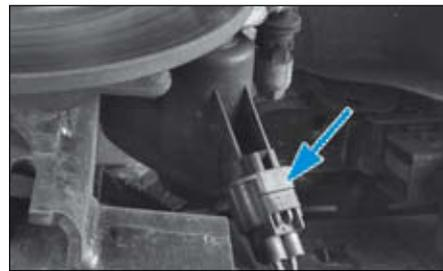

FIG.7
- le connecteur électrique de l'étrier (Fig.7).